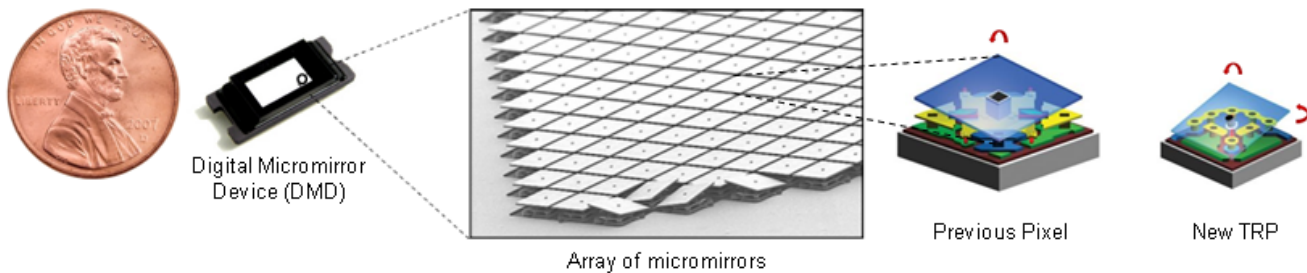

图 1-1. 德州仪器 (TI) DLP TRP 技术：更小、更亮、功耗更低
德州仪器 (TI) 的数字光处理 (DLP) 技术是一种利用数字微镜器件 (DMD) 来调制光的微电子机械系统 (MEMS) 技术。DMD 上的每个微镜代表屏幕上的一个像素，并与色序照明同步进行独立调制，以创建惊艳的显示效果。DLP 技术可为全球范围内从数字影院投影仪到智能手机在内的显示产品提供支持。2014 年，我们推出了一种基于突破性微镜技术的新型 DLP-Pico 芯片组，称为 DLP-TRP (图 1-1)。